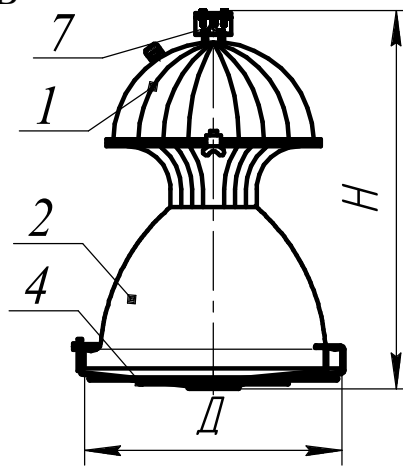

Рисунок 3
6.4 Светильники модификаций: 721, 722 (Рисунок 3, 6).